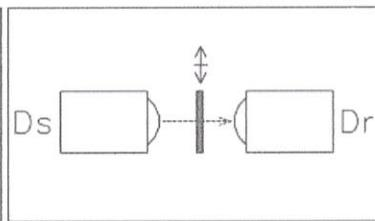

Figura 5-2
- a. Use un papel grueso para verificar el proyector y el receptor de luz de la fotocélula. Al girar el interruptor de energía, el sensor del proyector de luz iluminará al recibir luz. Si no ocurre lo mencionado, cambie el set de fotocélulas (Figura 5-2).